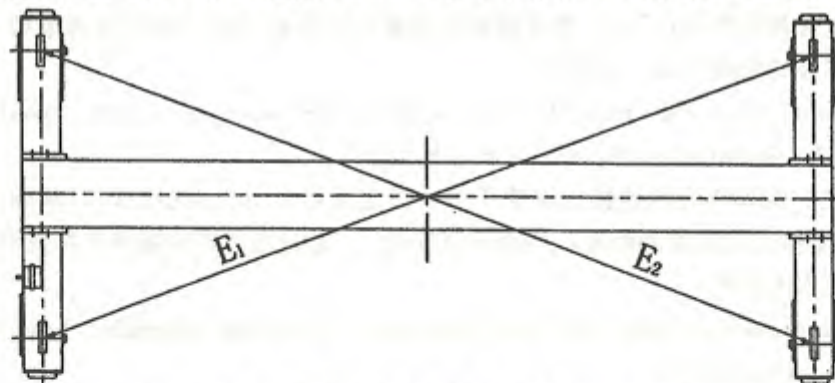

图 11 以车轮为基准点的对角线差 Balance of diagonal
(4) 以装车轮的基准点测得的对角线差  $|E_1 - E_2| \leq 5\text{mm}$ 。(见图 11)